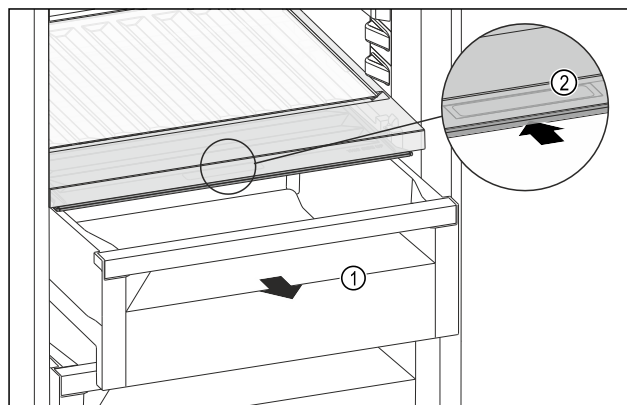

Fig. 121
- ▶ Vedä säilytyslokeron Fig. 121 (1) ulos.
- ▶ Tartu lokeron kannessa olevaan tartuntakohtaan Fig. 121 (2) ja vedä lokeron kantta samanaikaisesti taakse.